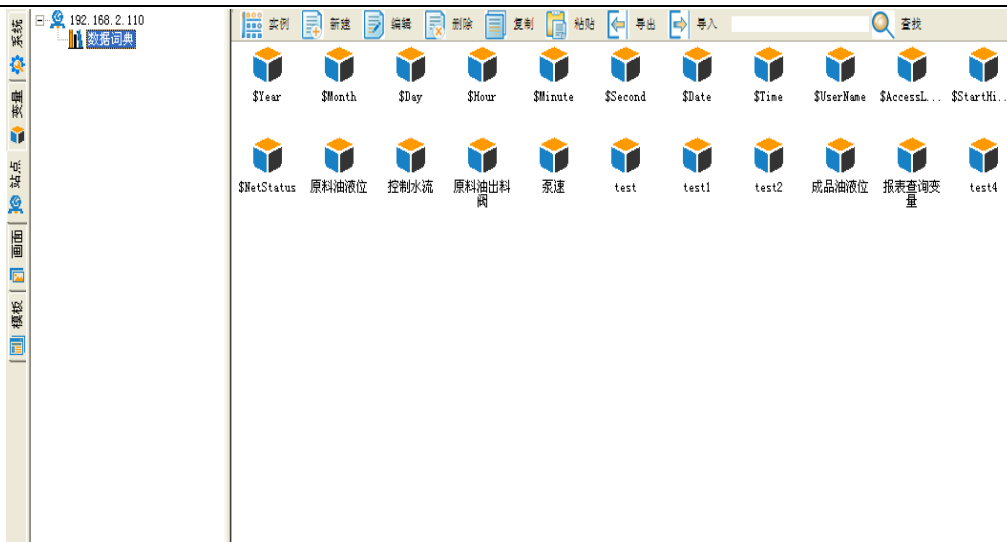

图 11-7 服务器中变量在客户端显示
4、单击“确定”按钮后关闭对话框完成远程站点的配置，此时您会看到远程站点（即服务器）中建立的所有变量在客户端的数据词典中显示出来，如图 11-7 所示。